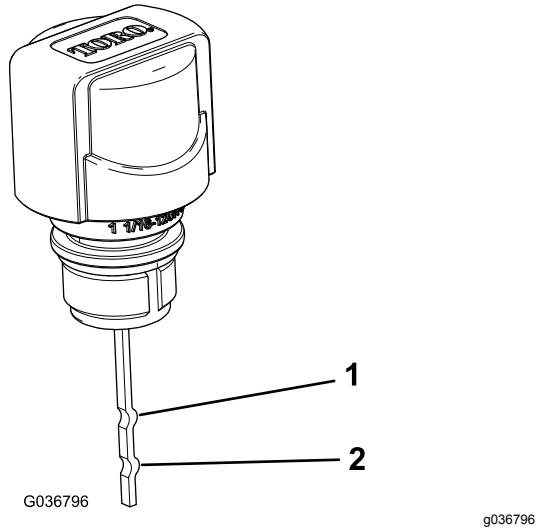

Bild 21
**Hinweis:** Der Ölstand sollte zwischen der oberen und unteren Markierung am Peilstab liegen (Bild 21).